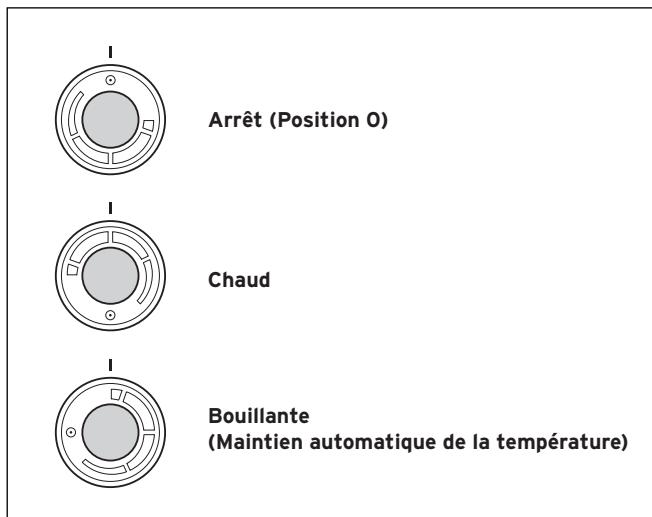

Fig. 3.2 Sélecteur de température
- Veillez à ce que l'appareil soit débranché ( sélecteur de température (3) en position « 0 »).
- Soulevez le couvercle de l'appareil (1). Pour ce faire, appuyez sur la réglette de saisie avant en poussant vers le haut, jusqu'à ce qu'elle sorte de son habitacle. Soulevez alors la partie arrière du couvercle de l'appareil.
- Mettez le sélecteur de température en position « chaud » (voir page 4 Fig. 3.2) et mettez l'appareil en marche.
- Remplissez l'appareil avec de l'eau, jusqu'à ce qu'elle coule du tuyau de trop-plein (7).
- Ouvrez alors la soupape de remplissage (9) en la faisant tourner. Faites couler l'eau de rinçage pendant 5 minutes. Celle-ci s'évacue par le tuyau de trop-plein.
- Vidangez l'appareil via la valve de prise d'eau chaude (8).